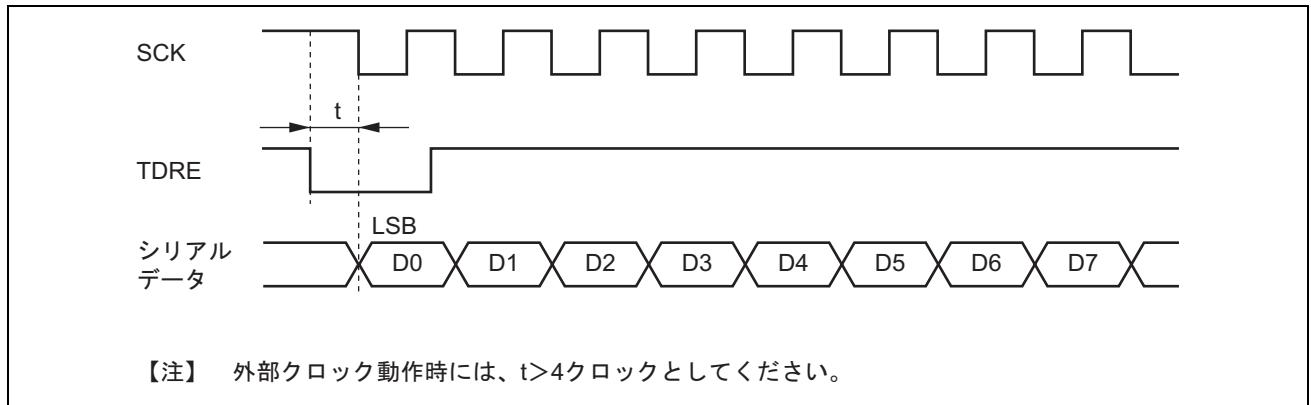

図 17.38 DTC によるクロック同期式送信時の例
- 同期クロックに外部クロックソースを使用する場合、DMACまたはDTCによるTDRの更新後、P φクロックで5クロック以上経過した後に送信クロックを入力してください。TDRの更新後4クロック以内に送信クロックを入力すると誤動作することがあります（図17.38参照）。